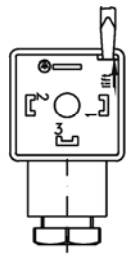

рис. 2
- Используйте отвертку или аналогичный инструмент для выдавливания центральной направляющей (поз. 8) клеммной коробки (рис. 2).